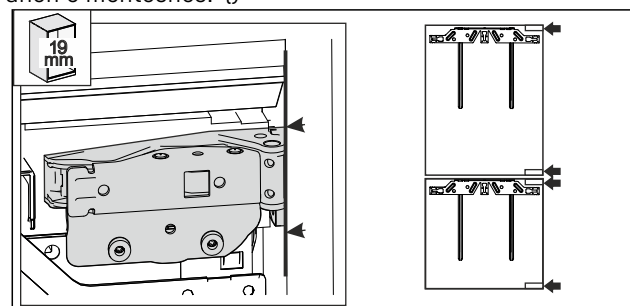

Fig. 61
- Muret anësore të mobilies me trashësi 19 mm: buza e përparme e menteshës është niveluar në raport me anën e përparme të faqes anësore të mobilies. Fig. 61 ()